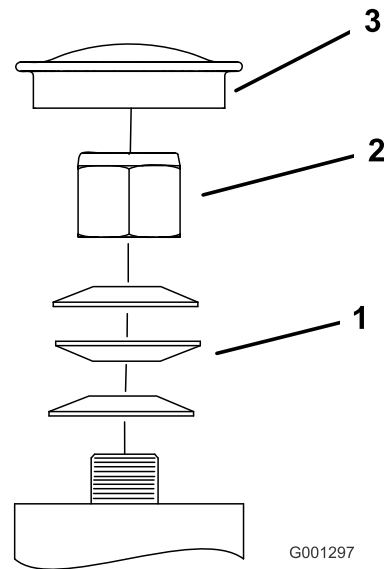

Figura 79
3. Retire el tapón guardapolvo de la rueda giratoria y apriete la contratuerca (Figura 79).
4. Apriete la contratuerca hasta que las arandelas de muelle estén planas, luego afloje la contratuerca $\frac{1}{4}$ de vuelta para establecer la pre-carga correcta de los cojinetes (Figura 79).
Importante: Asegúrese de que las arandelas de muelle están correctamente instaladas, según se muestra en la Figura 79.
5. Coloque el tapón guardapolvo (Figura 79).